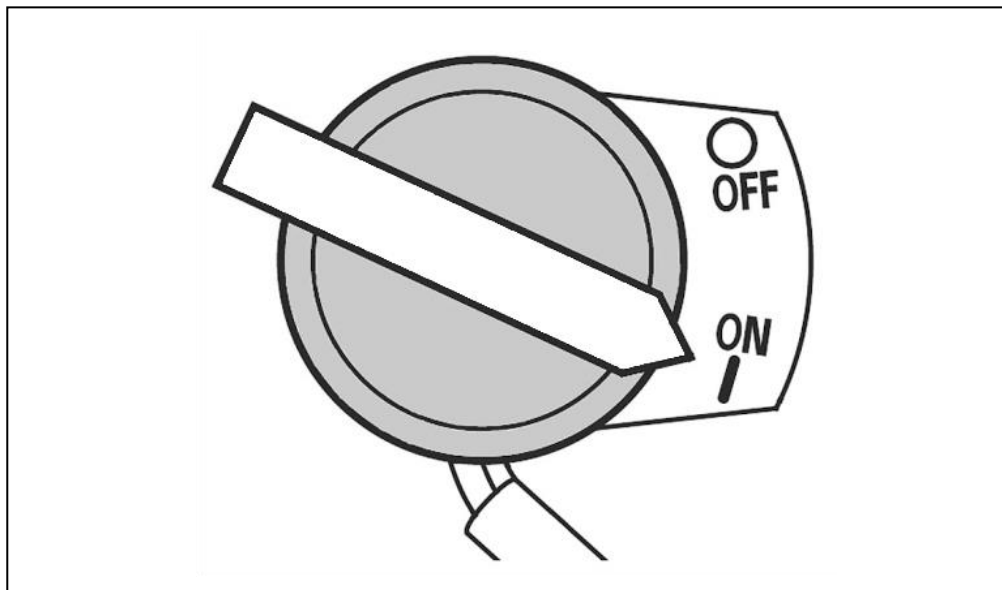

Рис. 14. Положения рычага газа.
5. Переведите выключатель зажигания в положение «ON» (Включено) (Рис. 14).
При возникновении непредвиденной ситуации в работе с виброплитой и срочной необходимостью ее выключения переведите выключатель зажигания двигателя в положение «OFF» (Выключено) (Рис. 14).
4. Переведите выключатель зажигания в положение «OFF» (Выключено). (Рис. 14).